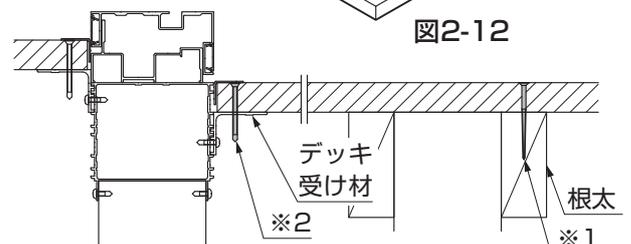

図2-13
①外面デッキをデッキ受け材に【27-1】、根太に【14-1】、【15-1】、【17-1】で取付けてください。(図2-13参照)